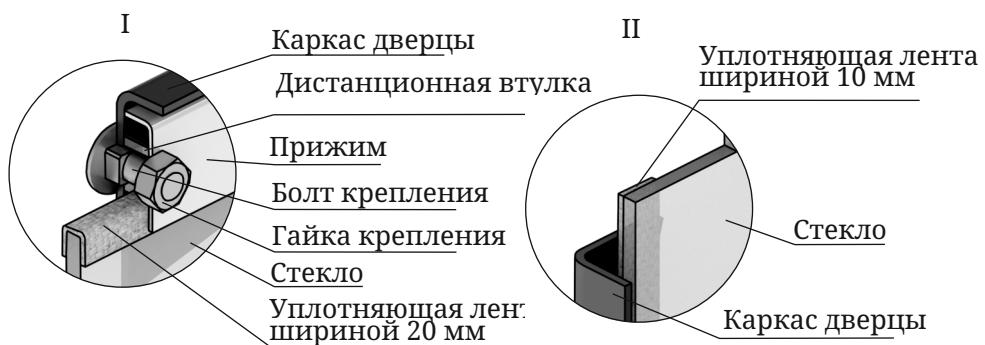

Рисунок 16. Крепление светопрозрачного экрана дверцы модели «Витра»
1. Отверните две гайки, фиксирующие прижим (рисунок 16.I), демонтируйте его и дистанционные втулки.
Если на нем нет уплотняющих лент, наклейте их, лента шириной 20 мм наклеивается сверху и снизу стекла «П» - образно (рисунок 16.I), лента шириной 10 мм наклеивается вертикально, вдоль боковых сторон стекла (рисунок 16.II).
4. Вставьте стекло в упор, при этом лента, наклеенная с боковых сторон (вертикальная) должна быть зажата между стеклом и каркасом дверцы (рисунок 16.II).